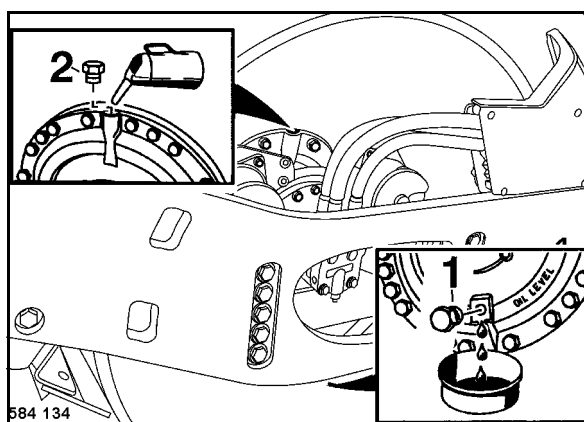

Fig. 120
- Estacionar el rodillo de forma que el tapón de control de aceite 1 (Fig. 120) se encuentra en el punto más abajo por la parte izquierda del rodillo.
- Desenroscar el tapón de control (1).